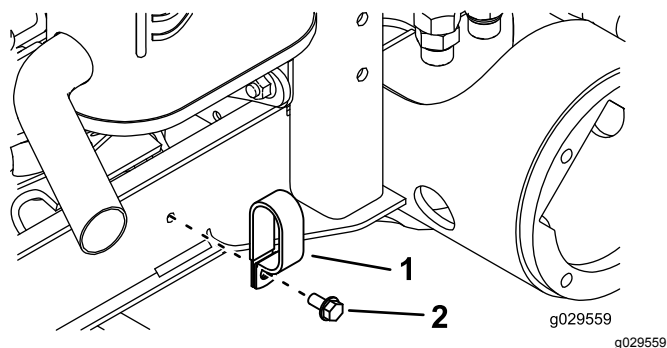

Figura 32
4. Retire o parafuso que prende a braçadeira de tubos ao canal da estrutura do lado direito da máquina (Figura 32).